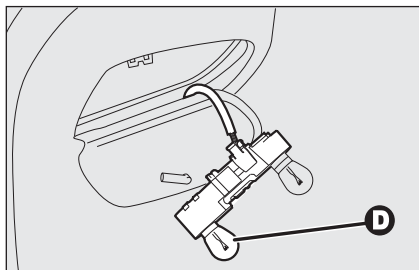

fig. 35
- enlever et remplacer l'ampoule intéressée en la poussant légèrement et en la tournant dans le sens inverse des aiguilles **fig. 35**;